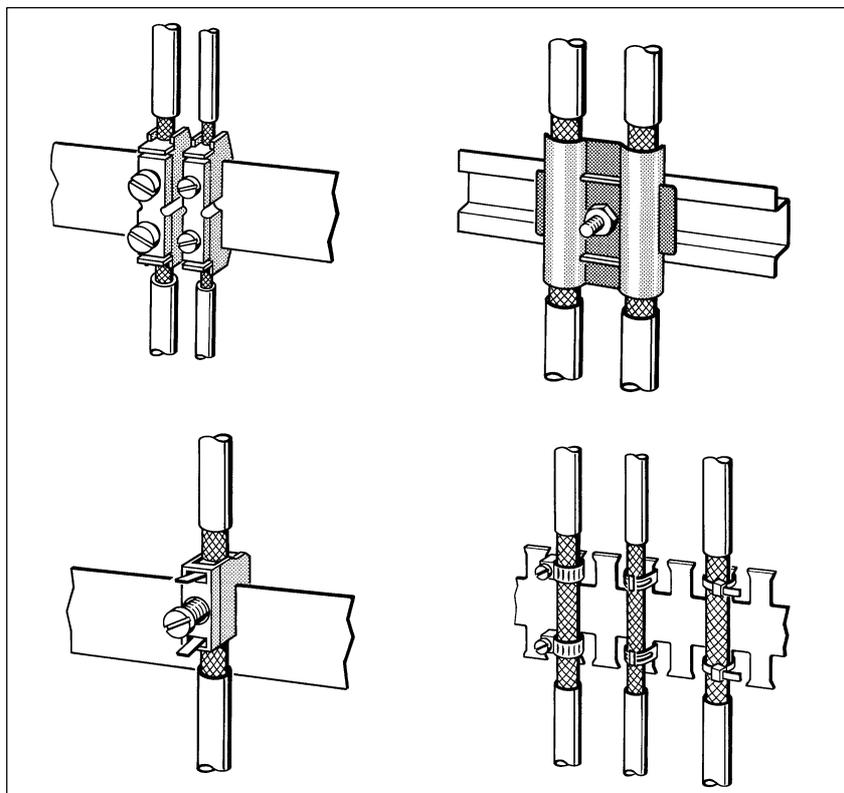

Bild 7-2 Befestigen von geschirmten Leitungen mit Kabelschellen und Schlauchbindern (schematische Darstellung)
- Die Schellen müssen den Schirm großflächig umschließen und guten Kontakt ausüben (siehe Bild 7-2).